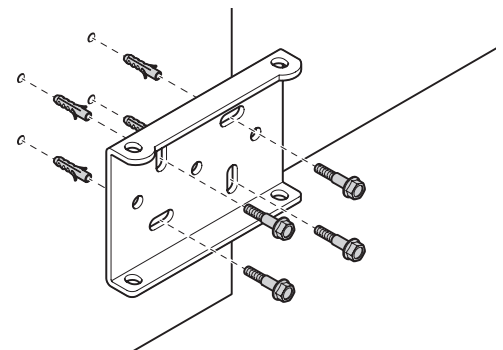

Fig. 5
03. Fissare la staffa posteriore del motore a muro rispettando le quote viste in precedenza (**fig. 5**).